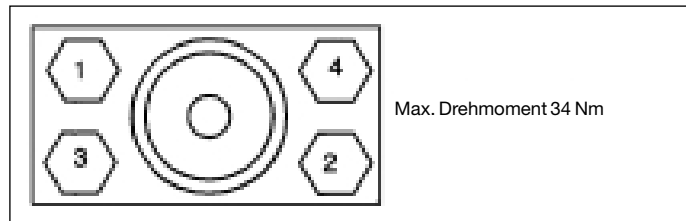

Abbildung 33. Reihenfolge der Anzugsmomente für die Verbindungsschrauben
- Schrauben weiter schrittweise mit 7 Nm in der gleichen Reihenfolge anziehen. Das maximal erforderliche Drehmoment ist 34 Nm nach Abbildung 33.